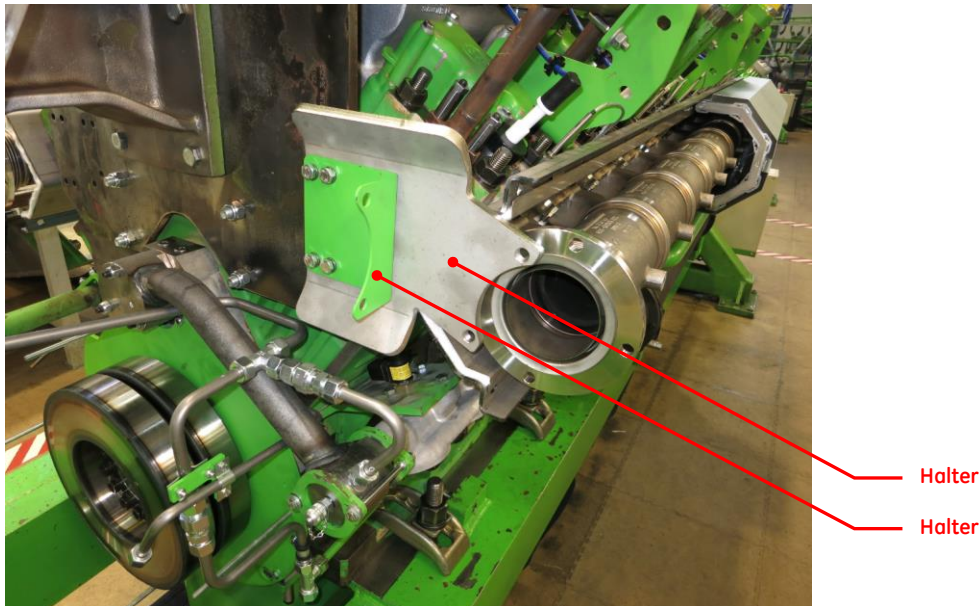

Abbildung 4: Montage des Halters (Zylinderbank A)
- ✓ Halter wie in Abbildung 4 anbringen